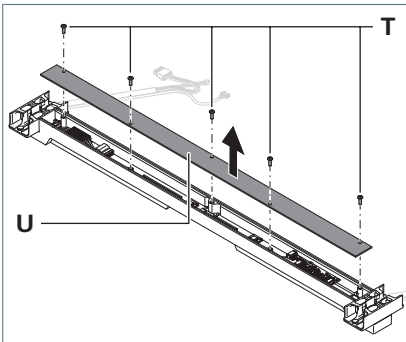

Fig. 6: Querträger- Abdeckung entfernen.
4. Drehen Sie die Schrauben **T** aus der Abdeckung **U**, siehe Fig. 6.